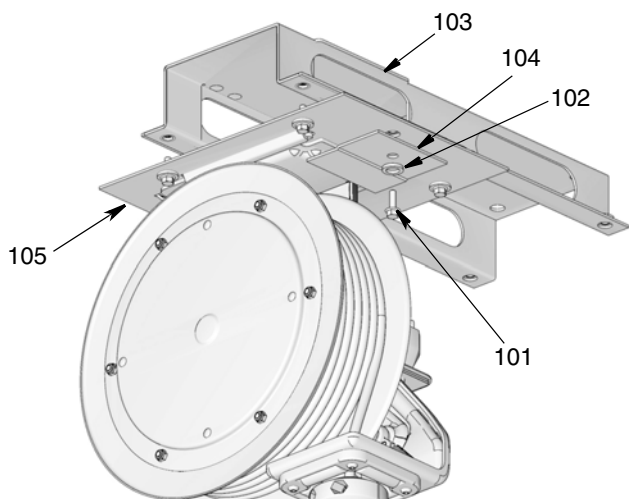

FIG. 8
2. Use el canal de base (FIG. 8 - 103) para colocar la posición de los agujeros de montaje antes de perforar.
4. Instale el canal de base (103) y la placa base (105) como se muestra en FIG. 8.
5. Deslice el carrete del cable en la placa base (105) e instale la placa de sujeción (104), la arandela (102) y el perno (101). Apriete el tornillo firmemente (FIG. 8). **Asegúrese de que esté fijo antes de bajar el montacargas.**
3. (FIG. 8, página 11): Deslice el carrete del cable en la placa base (105) e instale la placa de sujeción (104), la arandela (102) y el perno (101). Apriete el tornillo firmemente.